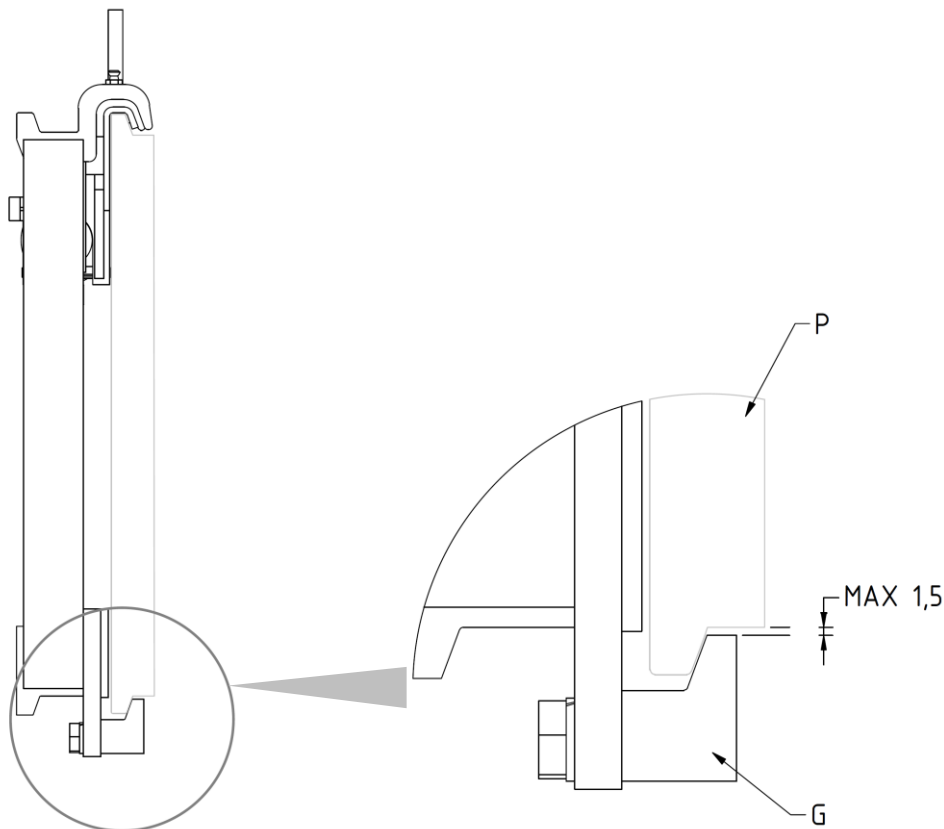

Figura 6
8. Riavvitare i 2 ganci inferiori **G** in modo che il corpo di questi rimanga agganciato anche inferiormente alla piastra porta forche **P** (con gioco max. 1,5mm, vedi *Figura 6*), serrando con coppia di serraggio indicata nella *Tabella 3*.